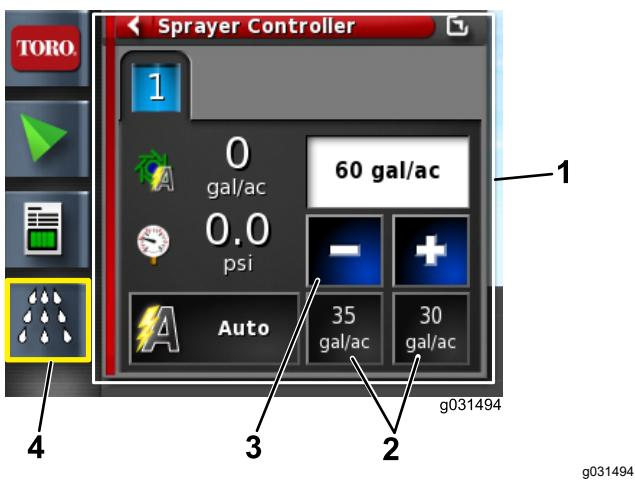

Figura 67
- Se a taxa não estiver correta, altere a taxa com taxas predefinidas, de forma incremental, ou selecione a taxa atual para introduzir manualmente a taxa de aplicação (Figura 67).